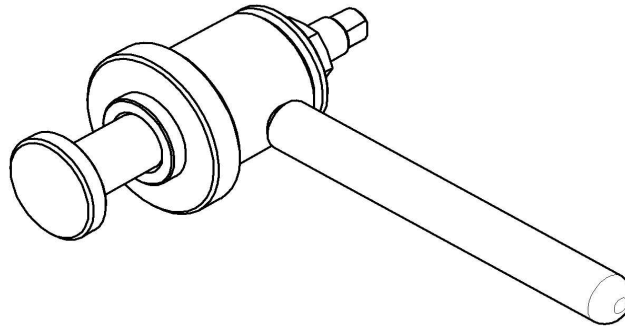

Рис. 19. Приспособление для запрессовки манжет.
- Используя приспособление манжет (см. рис. 19) установите манжету 1.